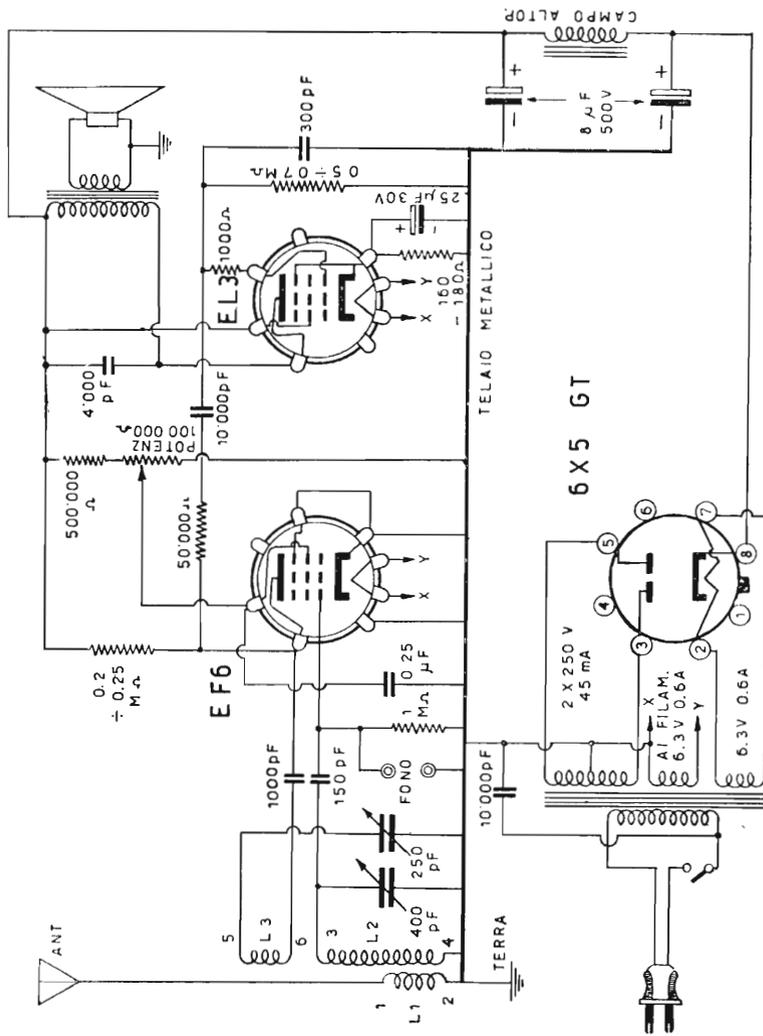

Fig. 13.54. - Schema di classico apparecchio a tre valvole, con le due europee EF6 e EL3.
*Apparecchio con valvole EF6 e EL3.* — L'apparecchio classico dell'autocostruttore dilettante è ancora oggi il tre valvole in alternata, del quale lo schema più favorito è quello riportato dalla fig. 13.54. Le due valvole di tipo europeo EF6 per la rivelazione e EL3 per l'amplificazione finale si prestano ottimamente per la loro elevata sensibilità. La reazione è doppiamente controllata con il condensatore di reazione, di 250 pF, che può essere a mica, e il potenziometro di 100.000 ohm presente nel circuito di griglia schermo della EF6.